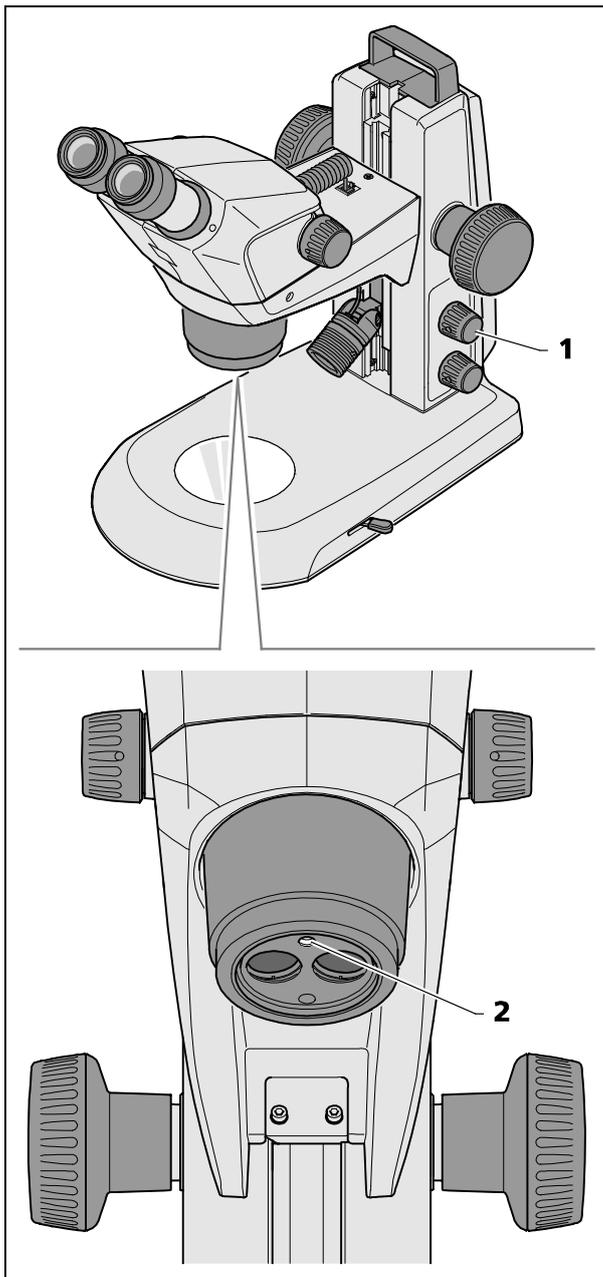

Bild 20 Vertikalbeleuchtung einstellen
- Einmaliges Drücken auf den Drehknopf (Bild 20/1) schaltet die Vertikalbeleuchtung (Bild 20/2) wechselweise ein- oder aus.